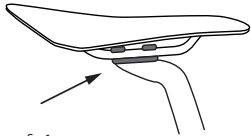

fig.1
- Seatpost: (fig.1) BEFORE attaching the saddle on the seatpost, CHECK the seatpost clamp carefully.
- Reggisella: (fig.1) PRIMA di fissare la sella al reggisella, CONTROLLARE attentamente la testa del reggisella stesso, (fig.2) Piccole sbavature o spigoli taglienti del metallo possono danneggiare il telaio della sella. Al fine di evitare danni o rotture al telaio della sella, provvedete ad eliminare le sbavature eventualmente presenti nella testa del reggisella.
Tija de sillín: (fig.1) ANTES de colocar el sillín en la tija, VERIFICAR la abrazadera de sujeción atentamente.
Tige de selle : (fig.1) AVANT de fixer la selle sur la tige de selle, VERIFIEZ soigneusement le serrage de la tige de selle. (fig.2) Tout bord ou matériau supplémentaire sur le collier de serrage de la tige de selle peut endommager les rails de votre selle. Afin d'éviter toute coupure dans les rails, veuillez casser toute imperfection métallique sur le collier de serrage de la tige de selle.
Sattelstütze: (Abb.1) BEVOR Sie den Sattel an der Sattelstütze befestigen, PRÜFEN Sie die Sattelstützenklemme sorgfältig. (Abb.2) Kanten oder überstehendes Material an der Sattelstützenklemme KÖNNEN das Sattelgestell BESCHÄDIGEN. Um Einschnitte in das Sattelgestell zu vermeiden, entfernen Sie bitte alle überstehenden Metallteile an der Sattelstützenklemme.
Selim: (fig.1) ANTES fixar o selim no espigão, VERIFIQUE o grampo do espigão cuidadosamente. (fig.2) Quaisquer arestas ou material adicional no grampo do espigão PODEM DANIFICAR os carris do seu selim Para evitar quaisquer cortes nos carris, por favor retire quaisquer imperfeições metálicas no grampo do espigão